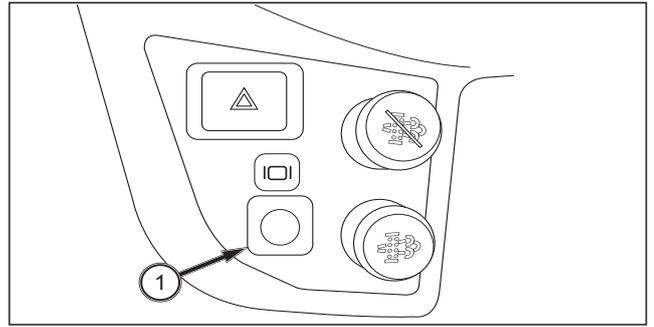

FIG. 45
FIG. 45: Interruptor de selección de pantalla (1) - la pantalla de cristal líquido (LCD) situada en el centro del panel de instrumentos muestra la velocidad de desplazamiento, la velocidad de la TDF trasera o la velocidad de la TDF central. Para cambiar las pantallas, pulse el interruptor de selección de pantalla.